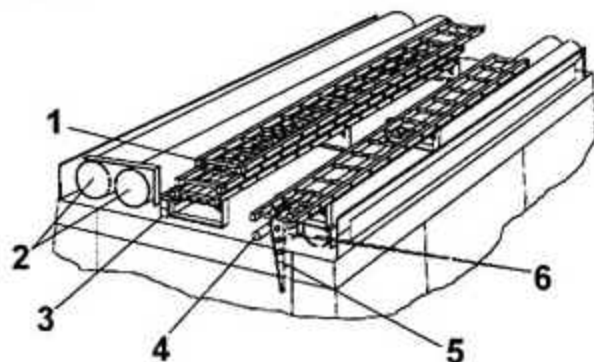

Рис. 23. Расположение ПТВ на крыше:
1. Вынуть из пеналов поз.2 (см. рис. 23) всасывающие рукава, присоединить всасывающую сетку и проложить всасывающую линию.